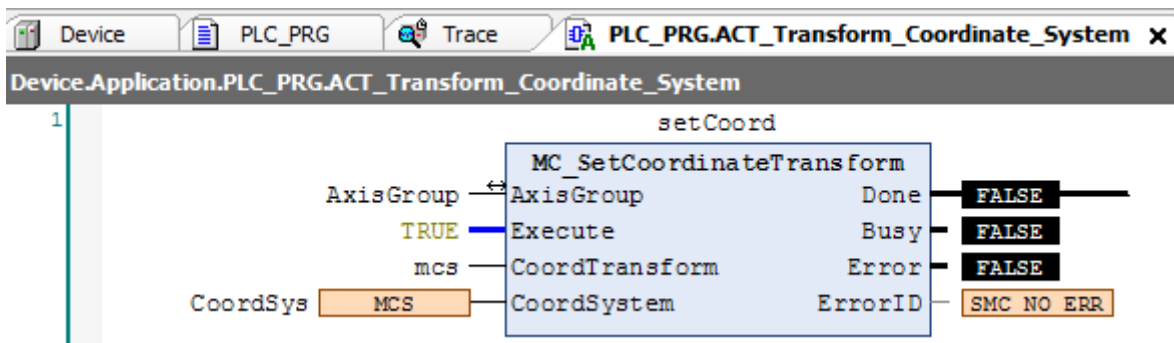

图 7.11 设置坐标系
(2) 坐标系转换，如图 7.11 所示，将轴组所在的机械坐标系（MCS），转化为所选择的机械结构的机械坐标系（MCS），这样，才能够计算出转化后坐标系内各个方向轴的位置和速度等参数。由于这里所选择的连续插补 3 轴机械坐标系与轴组的机械坐标系是一样的，因此，在这里也可以不需要进行坐标系的转换，可以直接引用原来 XYZ 三轴的位置和